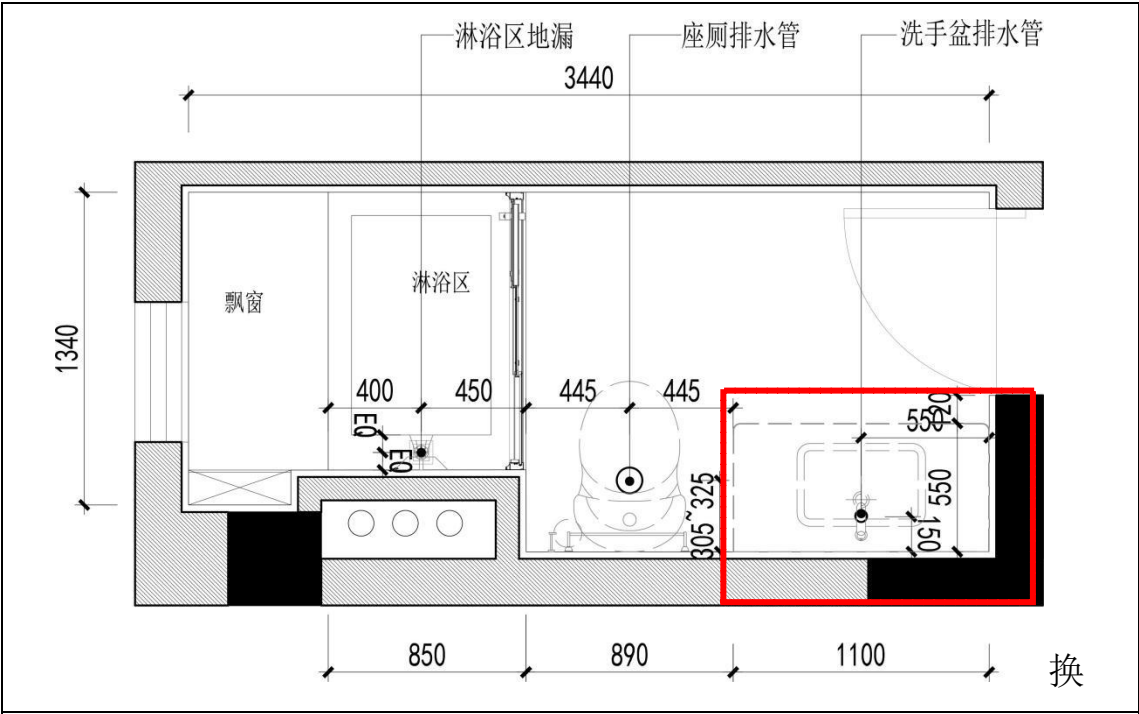

图 1 浴室柜排水平面定位
## 12. D10 座厕排水孔点位深化（附图 1）
| 图 1 座厕排水平面位置定位                                                                    |                                                                                    |
（注：图 1 为科勒卫浴排污管中心出墙完成面 305mm~325mm）
13. D11 浴室柜排水孔点位深化（附图 1）
## 14. D12 淋浴区地漏点位深化（附图 1）
| <p>图 1 淋浴区地漏剖面图</p>                                                               | <p>淋浴区地漏现场照片</p>                                                                   |
15. D13 铝扣板吊顶排版图（附图 1）
| <p>图 1 铝扣板吊顶排版图</p>                                                                 | <p>现场照片示意图</p>                                                                       |
### 16. D14 灯位、浴霸、排风点位深化 (附图 1)